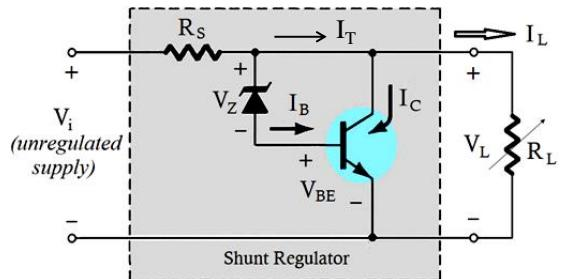

Figura 9 – TJB empregado em um regulador de tensão tipo paralelo (shunt).
**Questão 9** – A Figura 9 mostra um regulador de tensão com TJB do tipo paralelo (shunt regulator), sendo dados:
**Questão 10** – É possível, considerando ainda o circuito da Figura 9 e tendo disponível outro diodo zener de 6,8 V, obter uma tensão de saída de 14,3 V? Como o outro zener pode ser ligado no circuito? Que valor mínimo deve ter o sinal de entrada?